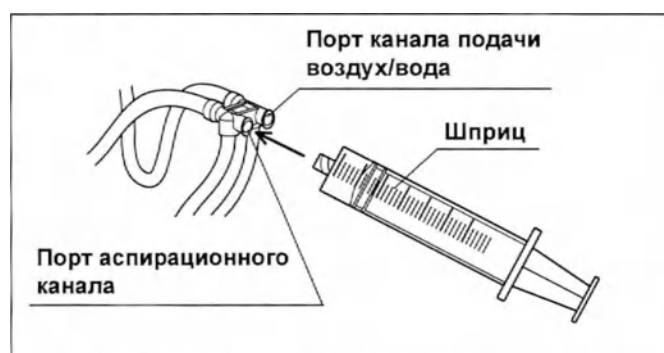

Рис. 6.30
- 2** Присоедините шприц к порту аспирационного канала инъекционной трубки. (см. рис. 6.30)